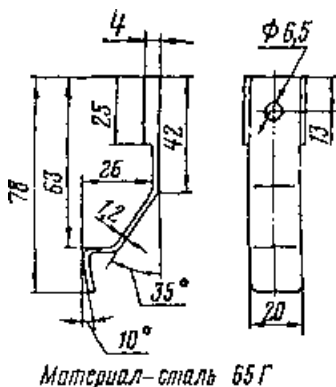

Рис. 4.5. Ловитель подставки
4. Недостаточная фиксация центральной подставки является следствием изгиба или поломки ловителя. При изгибе достаточно его отогнуть, а в случае поломки ловитель можно изготовить самому из пружинной стали (рис. 4.5). Заметим, что движение с незакрепленной подставкой наверняка приведет к ее поломке и представляет некоторую опасность из-за возможности зацепления с посторонними предметами - проволокой, корневищем дерева и т. д.